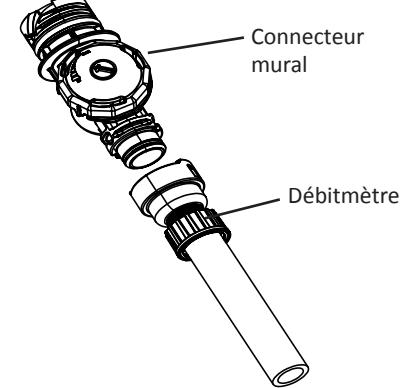

Figure 10.
1. Connectez l'assemblage des tuyaux au raccord mural. **Voir la Figure 10.** Puis connectez le raccord mural (avec le tuyau) à l'adaptateur mural. **Voir la Figure 10.** Prenez l'autre bout de l'assemblage des tuyaux et allez au point de la piscine le plus éloigné de l'adaptateur mural. **Pour éviter d'étirer le tuyau, laissez-le flotter sur l'eau de la piscine.** Mesurez l'excédent de longueur de tuyau (la portion de tuyau qui s'étend au-delà du bord de la piscine). Ceci détermine la longueur de tuyau à couper depuis les tuyaux d'alimentation semi-rigides (**sections 2 et 3**).